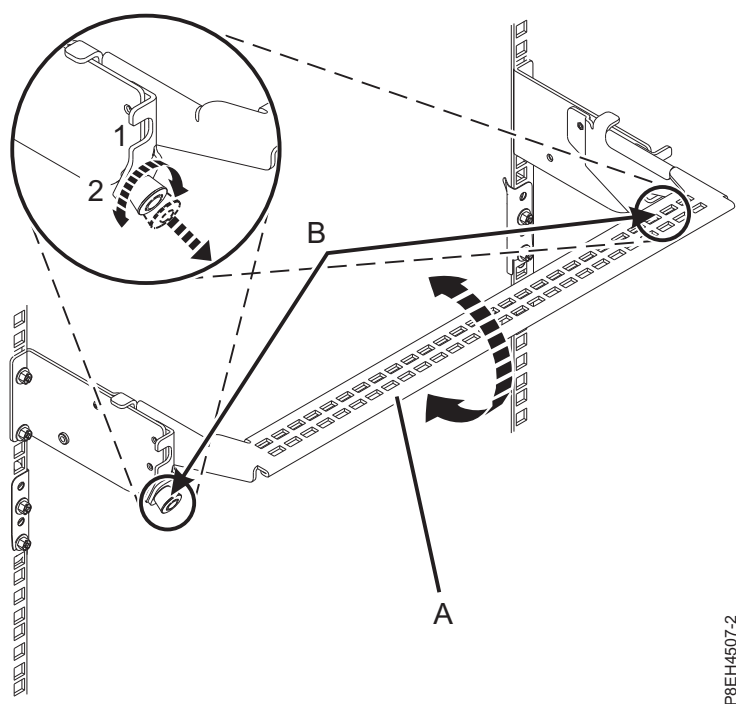

図 109. ケーブル管理ブラケットの保守位置への設置
9. PCIe3 拡張ドロワーの背面で、ケーブル管理ブラケットを保守位置に置きます。108 ページの図 109 を参照してください。
- a. 1/4 回転ファスナー (B) を引き出し、ケーブル管理ブラケット (A) を上げた位置 (1) まで持ち上げながらそれらのファスナーを回転させて解放します。
- b. 1/4 回転ファスナー (B) を回転させ、ブラケットにかみ合わせて所定の位置にロックします。